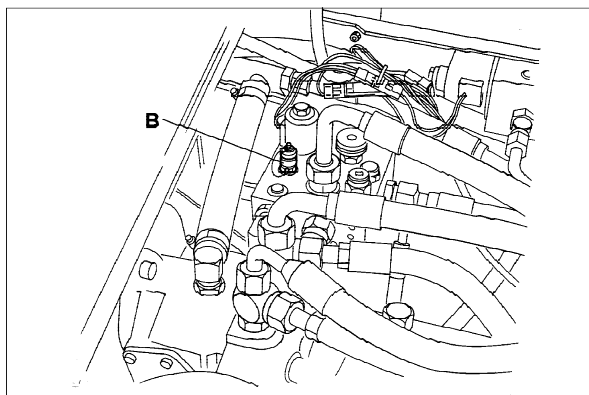

Fig.27
- ⑩ B Fig. 27 impianto di trazione USA \ B Fig.29 Europa - Pressione di azionamento quattro ruote motrici: 207 bar (3000 psi).
- ⑩ A - Schneidantriebskreis Druck 207 bar (3000 psi)
- ⑩ B Abb. 27 Antriebssystem USA /B Abb. 29 Antriebssystem Europa - Allradantriebsdruck 207 bar
- ⑩ C - Hubanlage und Lenkung Druck 86 bar (1250 psi). Der Prüfanschluß befindet sich am Ventil unterhalb des Schneidzylinderantriebshebels.